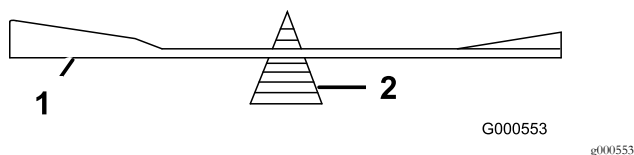

Figure 54
- Vérifiez l'équilibre de la lame en la plaçant sur un équilibreur (Figure 54).